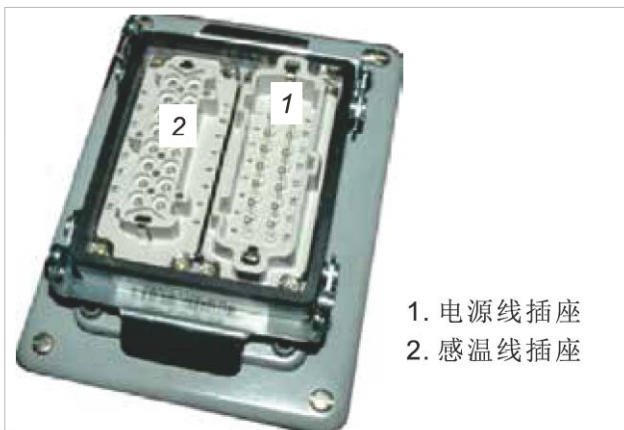

图6-1 插座
1. 测量模具插头上各组感温线之间的电阻（参照图6-1），电阻值应该在2.5欧姆至25欧姆之间。